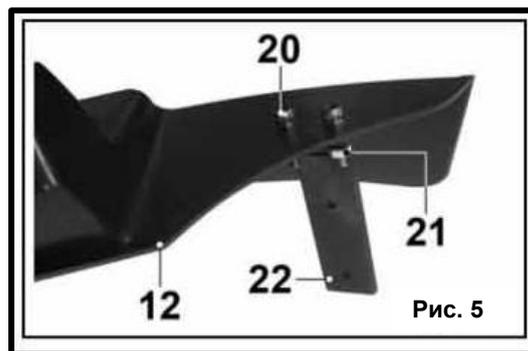

Рис. 5
6.4. Установка ножа для обрезки лески (Рис.5).